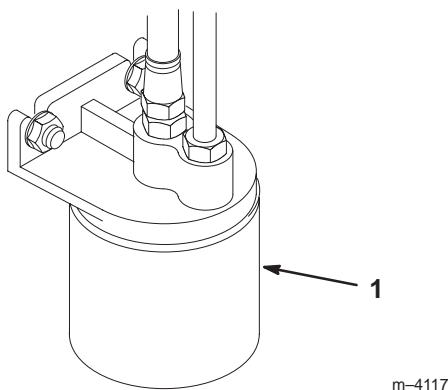

Figure 41
- A.** Placer un bac de vidange sous le filtre, déposer le filtre usagé et essuyer la surface de joint de l'adaptateur de filtre pour qu'elle soit propre (Fig. 41).